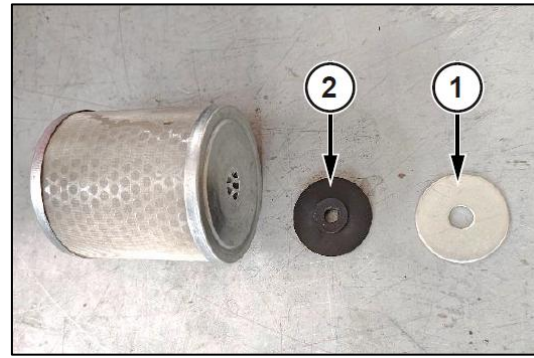

Fig. 314 - VERWIJDER DE RINGEN
9. Verwijder de ringen (1 en 2) aan beide zijden van het element Fig. 314.